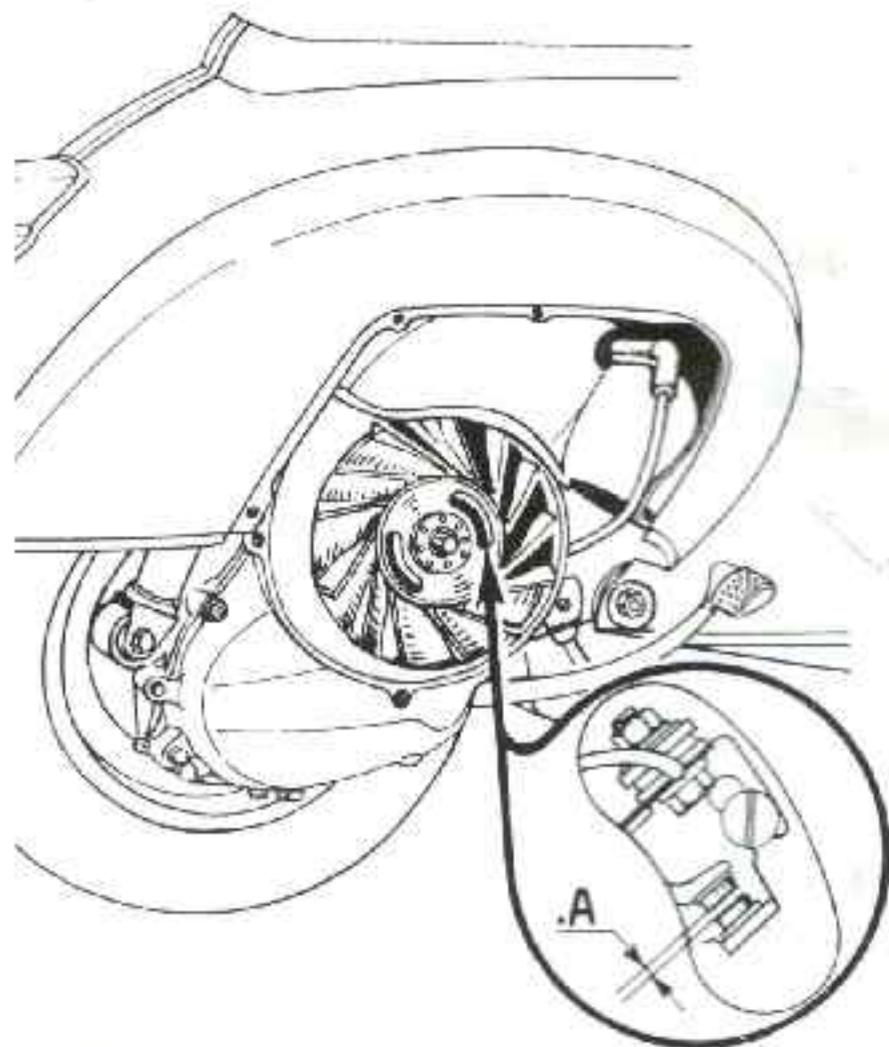

Fig. 16 - Registrazione puntine del ruttore
4) - Pulire, e se necessario registrare, le puntine platinato del ruttore (fig. 16).